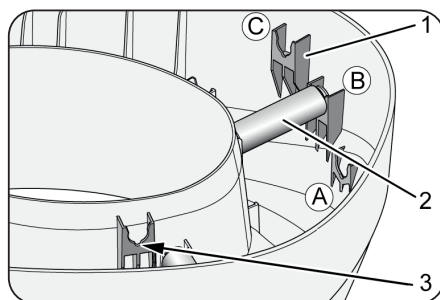

Fig. 3
1. Premere le aste di regolazione dell'altezza (2, Fig. 3) nelle staffe A, B o C (1, Fig. 3) a seconda dell'altezza di seduta del WC desiderata. Le aste di regolazione dell'altezza devono inserirsi nelle cavità (3, Fig. 3).